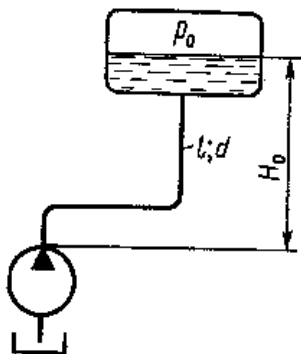

Рис.3
10. При каком диаметре трубопровода (рис.3) подача насоса составит $Q = 1 \text{ л/с}$, если на выходе из него располагаемый напор $H_{\text{расп}} = 9,6 \text{ м}$; длина трубопровода $l = 10 \text{ м}$; эквивалентная шероховатость $\Delta_s = 0,05 \text{ мм}$; давление в баке $p_0 = 30 \text{ кПа}$; высота $h_0 = 4 \text{ м}$; вязкость жидкости $\nu = 0,015 \text{ Ст}$ и ее